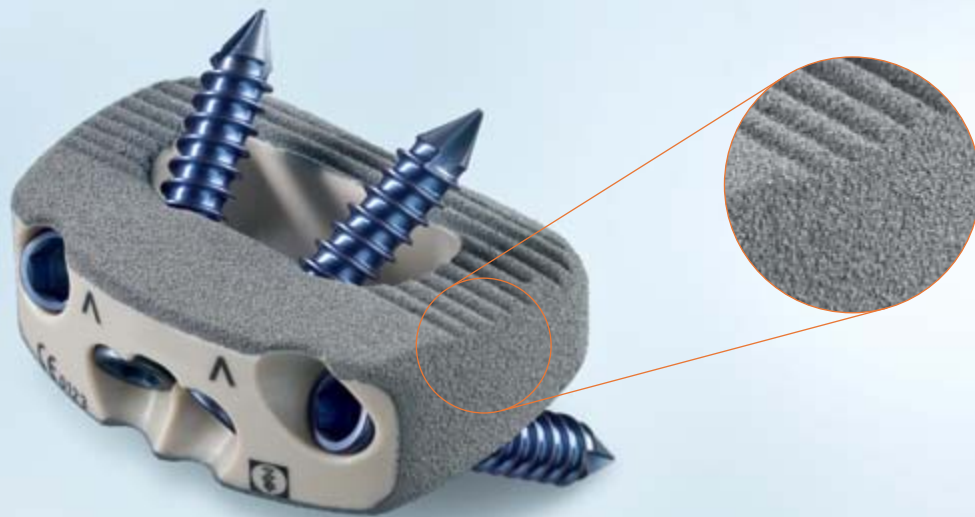

Abb. 1
- PlasmaporeXP® Beschichtung ermöglicht klare Abgrenzung der Konturen des Implantat während der Bildgebung (Abb. 1)